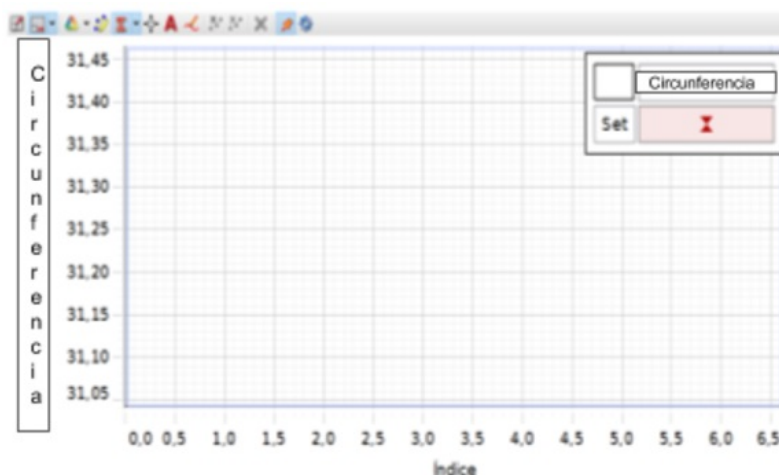

Figura 4.2: Gráfico de la circunferencia en función del índice.
2. Introduce todos los valores en la Tabla. Estos valores se representarán en la gráfica siguiente (figura 4.2). A medida que se agregan más valores, observa cómo cambia el máximo, el mínimo y la media (promedio). Cada persona del equipo tomará mediciones separadas e independientes, sin tomar en cuenta las mediciones de los otros integrantes. Registrar todos los valores para la circunferencia del disco grande en esta misma tabla. Registrar todos los valores para la circunferencia del disco grande en una hoja de cálculo y calcula el promedio.